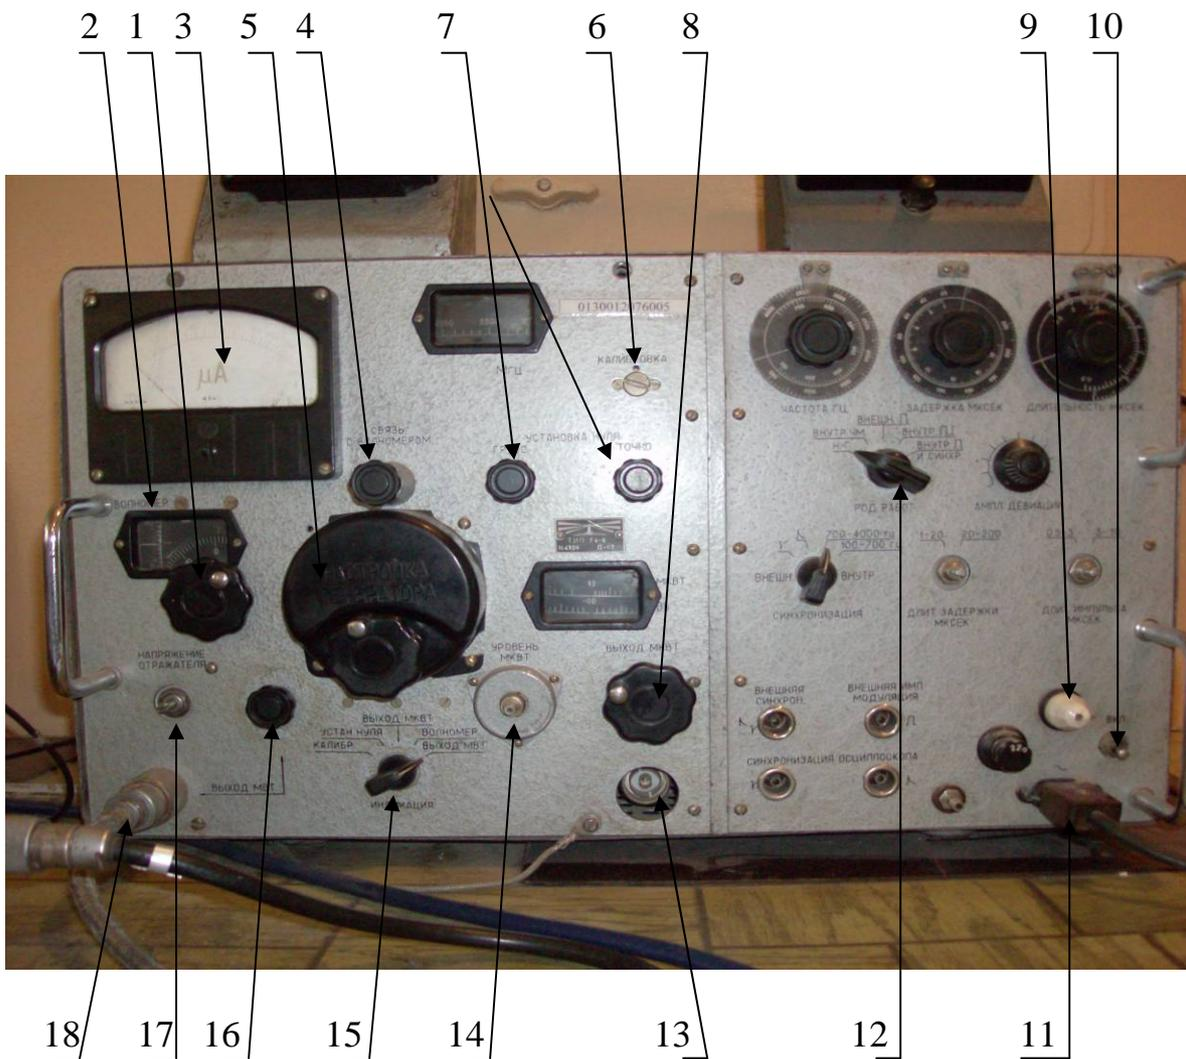

Рис.8. Передняя панель прибора типа Г4- 9
На передней панели прибора (рис.8) расположены: стрелочный измерительный прибор 3, волномер 2, ручка настройки волномера 1, ручка регулировки «связь волномера» 4, ручка 5 установки частоты «настройка генератора», ось под шлицы калибровки термисторного моста «калибровка» 6, ручка 7 установки нуля: «грубо», «точно»; шкала микроваттного аттенюатора « μW », связанная с ручкой
- 4) Вращением ручки 1 настройки волномера добиться максимального отклонения прибора 3. Если показания прибора 3 зашкаливают, ослабить связь волномера. Сняв показания по шкале 2 (рис.8), определяют по градуировочной таблице волномера частоту генератора.